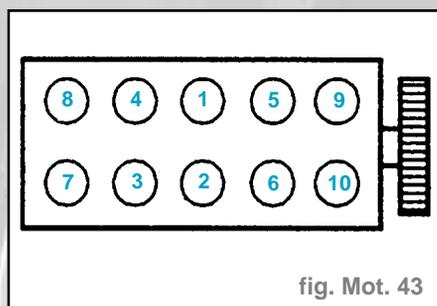

fig. Mot. 43
- serrage de toutes les vis à **2 daN.m + 97°** dans l'ordre prescrit (fig. Mot. 43)
b) Serrage culasse (fig. Mot. 43)